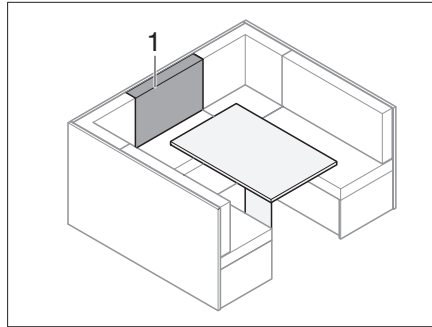

Bild 190 Vor dem Umbau
- Rückenpolster (Bild 190,1) vor das Zusatzpolster auf den Tisch legen.